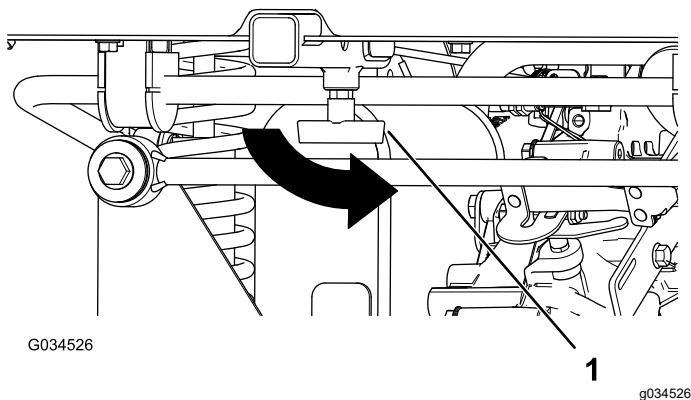

Figure 22
4. Resserrez la poignée en « T » en la tournant dans le sens antihoraire (Figure 22).